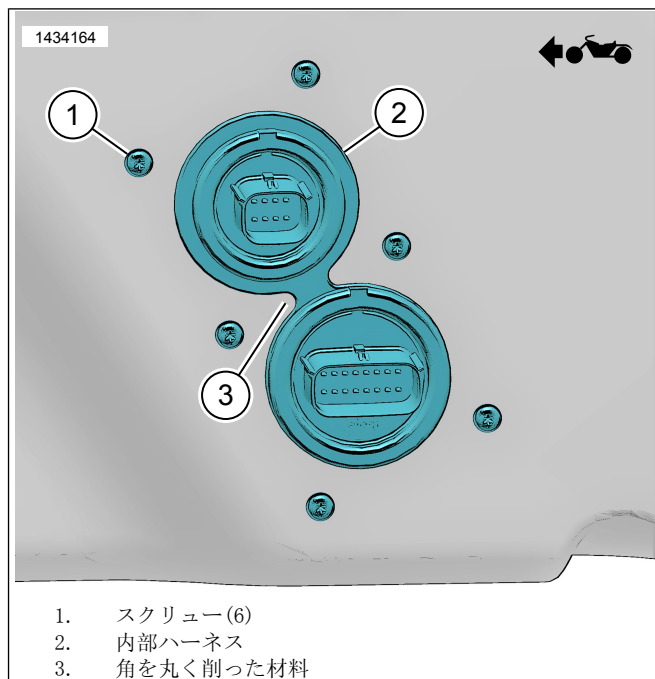

図10。インナーハーネス
- d. 図10を参照してください。材料の角を丸く削ります(3)。
11. 図10を参照してください。内部ハーネス(2)を取り付けます。